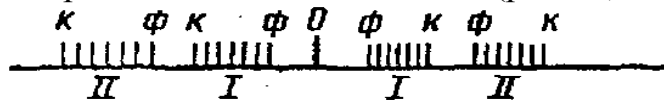

рис.19
Анализ формулы (1) показывает, что положение световых максимумов зависит от длины волны монохроматического света: чем больше длина волны, тем дальше максимум от нулевого. Белый свет по составу — сложный. Нулевой максимум для него — белая полоса, а максимумы высших порядков представляют собой набор семи цветных полос, совокупность которых называют спектром соответственно I; II, ... (рис.19)